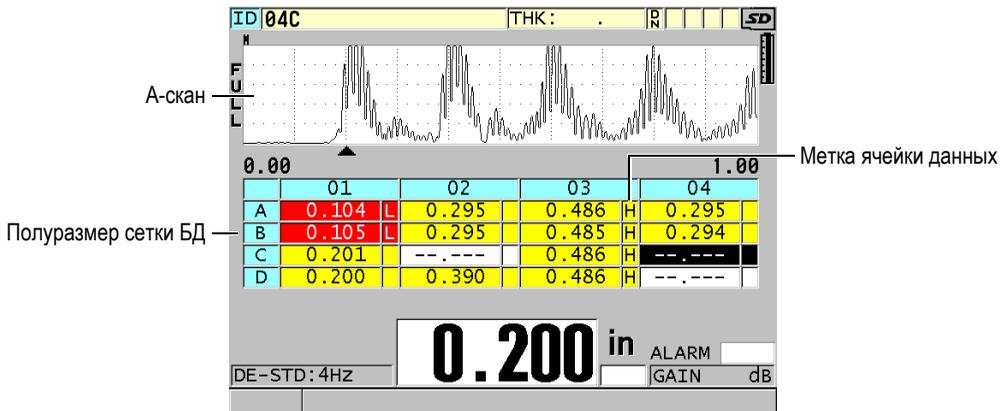

Рис. 10-8 Пример полуразмера сетки БД
помощью курсорных клавиш перейти сразу в нужное место. Можно одновременно отображать А-скан, сетку БД и значение толщины (см. Рис. 10-8 на стр. 168). Можно конфигурировать ячейки сетки на отображение метки данных и цвета фона, в соответствии с диапазоном, в котором значения толщины уменьшаются.
8. Установите **МЕТКА ЯЧЕЙКИ ДАННЫХ** на одну из доступных опций для отображения метки данных с каждой ячейкой таблицы БД. Метка ячейки данных – буква в маленьком квадратике, справа от значения толщины в ячейке данных (см. Рис. 10-8 на стр. 168). Доступные опции: